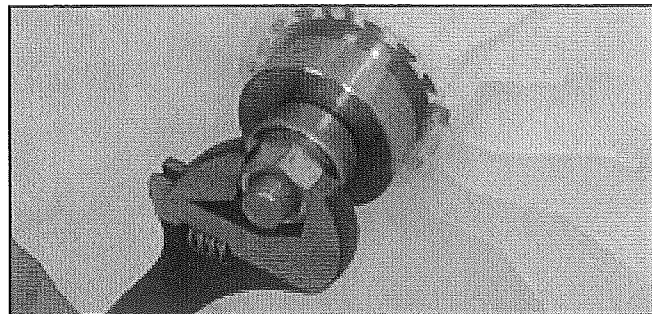

FIGURE 14
21. Serrer l'écrou de la presse inférieure jusqu'à ce que les roulements arrivent au fond. Desserrer ensuite l'écrou de la presse inférieure et le retirer. Voir Figure 14.